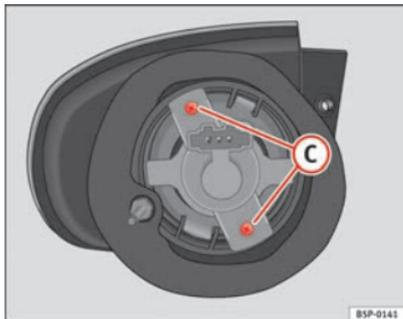

Abb. 192 Blinklicht
- Drehen Sie die Schrauben → Abb. 192 (C) aus dem Lampenträger heraus und ziehen Sie diesen heraus.
- Drehen Sie die Schrauben ⇒ Abb. 192 **C** des Lampenträgers heraus und ziehen Sie diesen heraus.